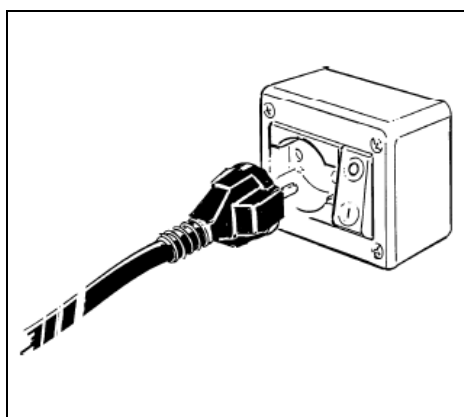

Fig. 10
- Inserire la spina nella presa di alimentazione elettrica (fig. 10).